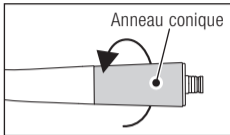

Fig. 36
- 1 Dévissez et enlevez l'anneau conique à l'arrière de la pièce à main (Fig. 36).